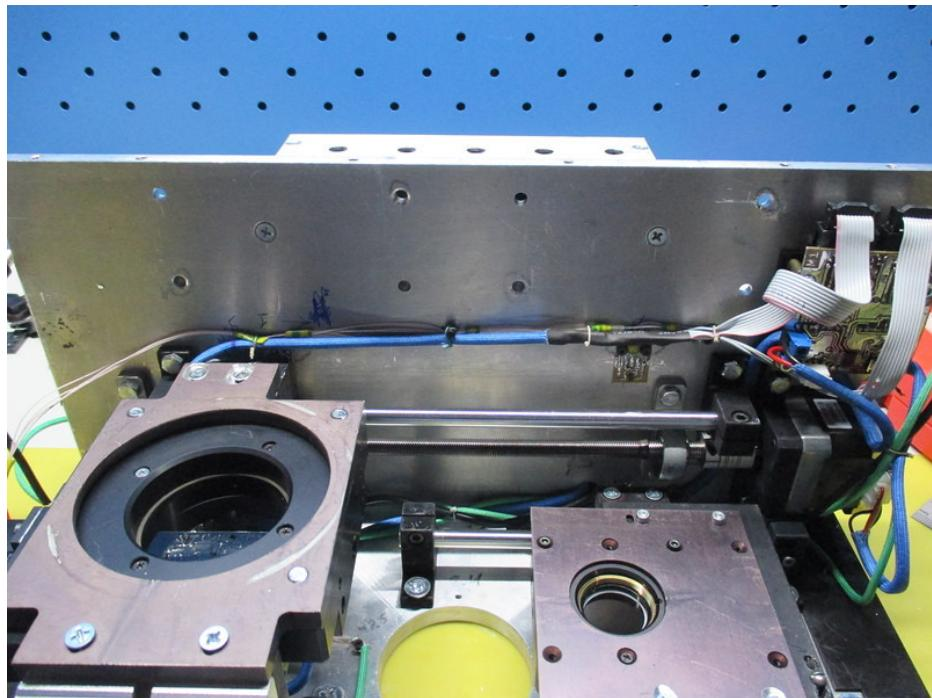

Рис. 19: Проводка, прикрепленная к задней стенке ММРР.
**6.** Отсоединить от задней стенки фотометра электрическую проводку (см. рис. 19).